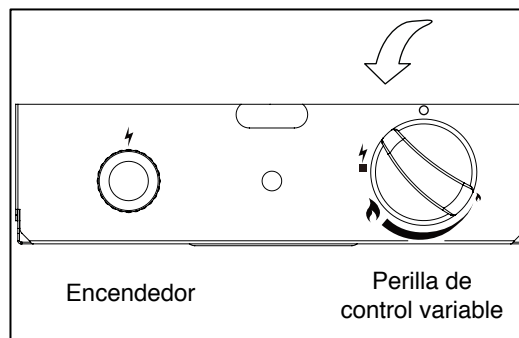

Figura 1
1. Gire la perilla de control a la posición “APAGADO” (O).
3. Empuje la perilla de control y gire hacia la izquierda para la posición “PILOTO” (⚡) (Figura 1).